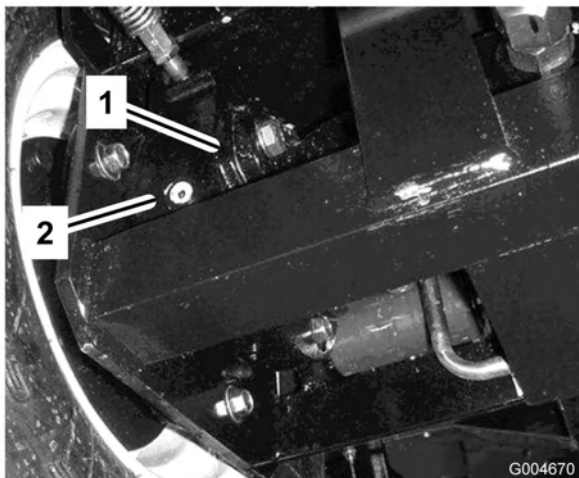

Figura 11
2. Retire el tapón del planetario (Figura 10) y el tapón de verificación de la parte trasera del freno (Figura 11). El aceite debe llegar a la parte inferior del orificio del tapón de verificación en la parte trasera del freno.